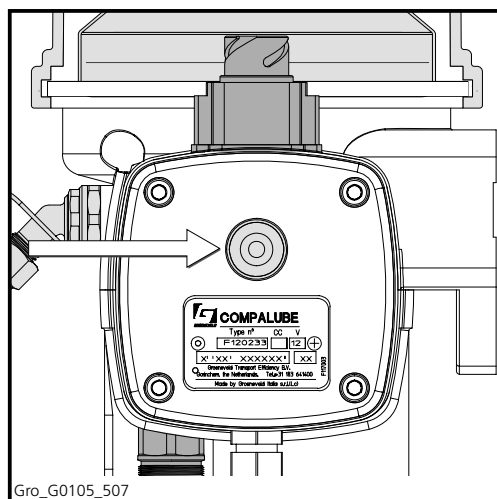

Fig 5.8 Pulsante di test
2. Premere il pulsante di test presente sul lato destro del gruppo pompa per almeno 3 secondi e per un massimo di 5 secondi finché non sarà udibile l'entrata in funzione del motore della pompa (Fig 5.8).